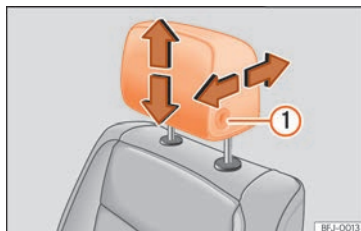

Fig. 107 Banco dianteiro: ajuste do encosto de cabeça.
- Mova o encosto de cabeça para cima ou para baixo no sentido da seta correspondente. No caso dos encostos de cabeça dianteiros quer para aumentar como para baixar deve pressionar o botão » » Fig. 107 ①; no caso dos traseiros é apenas necessário pressionar o botão » » Fig. 108 ① para baixá-los » »
» Fig. 107 ①.